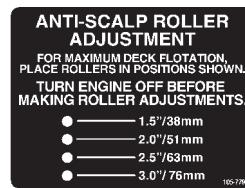

Figure 18
2. Après avoir réglé la hauteur de coupe, réglez les galets en retirant l'écrou à collerette, la bague, l'entretoise et le boulon (Fig. 18).
4. Choisissez le trou pour que le galet de protection du gazon se trouve le plus près possible de la hauteur de coupe correspondante voulue (Fig. 18).
5. Posez l'écrou à collerette, l'entretoise, la bague et le boulon. Serrez-les à 54–61 Nm (40–45 pieds-livre) (Fig. 18).